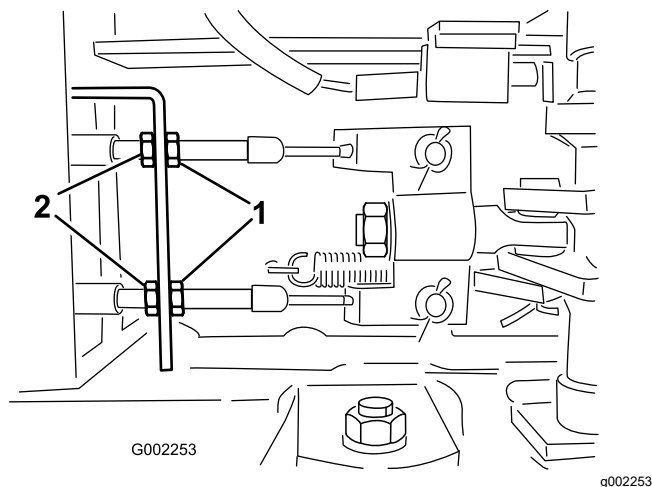

図 138
5. ブレーキケーブルの車両前端側にある前ジャムナットをゆるめる (図 138)。
6. 後ナットを均等に締めて、ブレーキペダルの遊びを 10-20 mm に調整する 図 138。